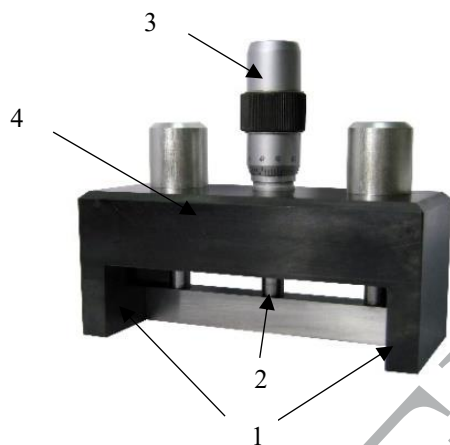

Рисунок 1 – Внешний вид аппликатора
1.3.2 Аппликатор имеет две опорные базы (поз. 1, рисунок 1) и пластину (поз. 2, рисунок 1). Основания опорных баз и пластина образуют прямоугольный паз. Пластина перемещается плоскопараллельно. Микрометрическая головка (поз.3, рисунок 1), установленная на крышке (поз. 4, рисунок 1), позволяет регулировать величину глубины прямоугольного паза.